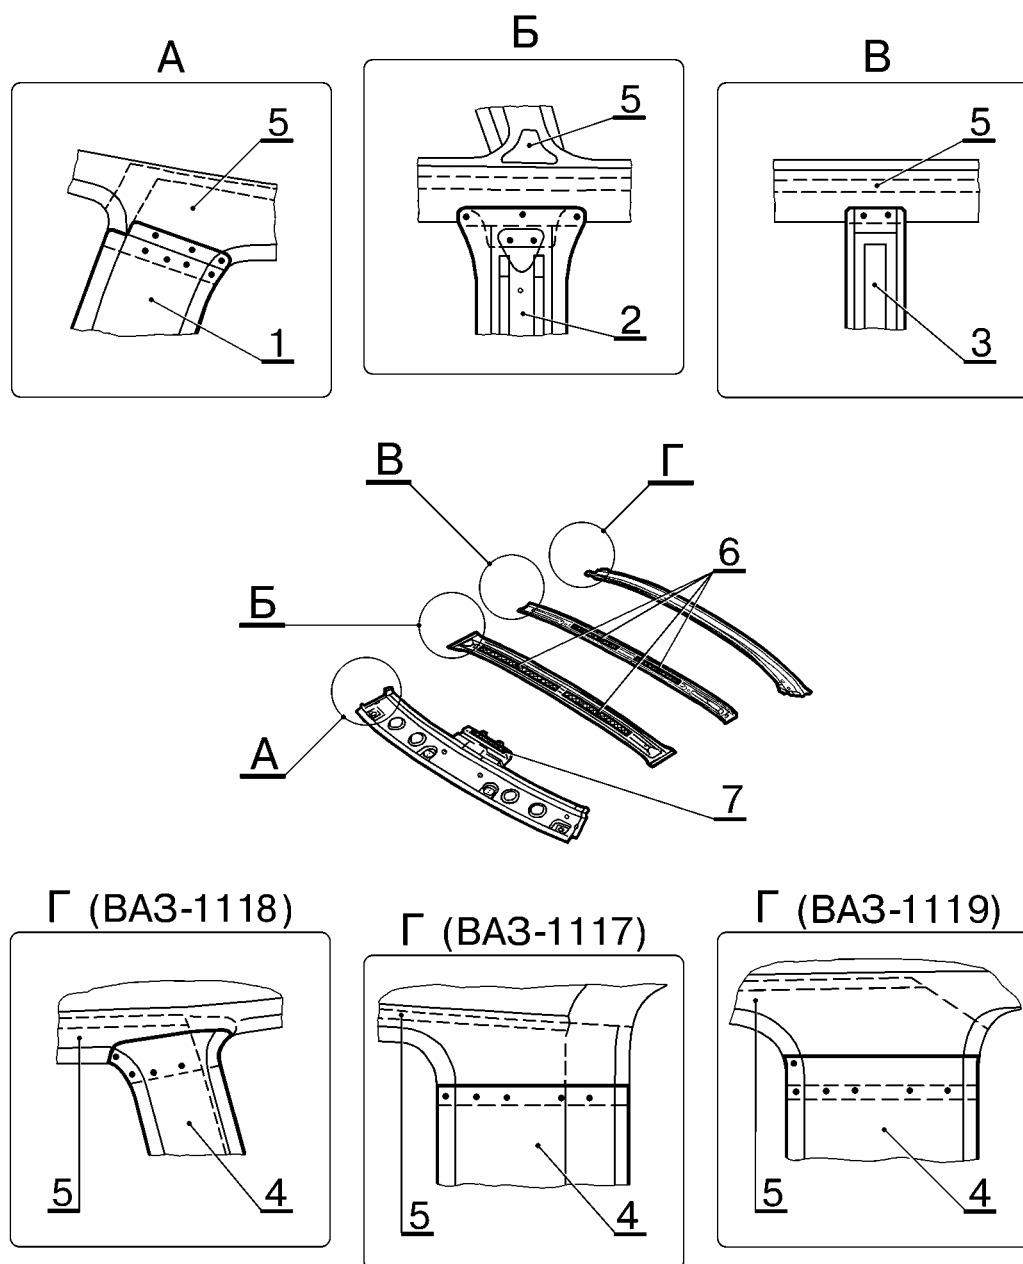

Рис.3. Соединение балок и усилителей крыши ВАЗ-1118, 1117, 1119 с сопрягаемыми деталями (при снятой панели крыши).
* Соединения боковины кузова правой/левой с балкой крыши передней, усилителем и поперечиной крыши, количество сварочных точек см. рис.3, табл.3.